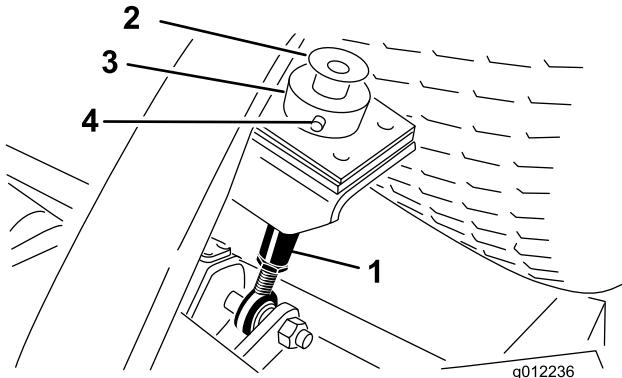

Bild 25
3. Nehmen Sie den Lastösenbolzen und den Splint ab, mit denen der Schnitthöhenstellring hinten am Mähwerk an der Schnitthöhenstange befestigt ist (Bild 25). Nehmen Sie den Schnitthöhenstellring ab.
2. Nehmen Sie die Schraube und die Scheibe ab, die oben an jeder Schnitthöhenstange befestigt ist (Bild 25).